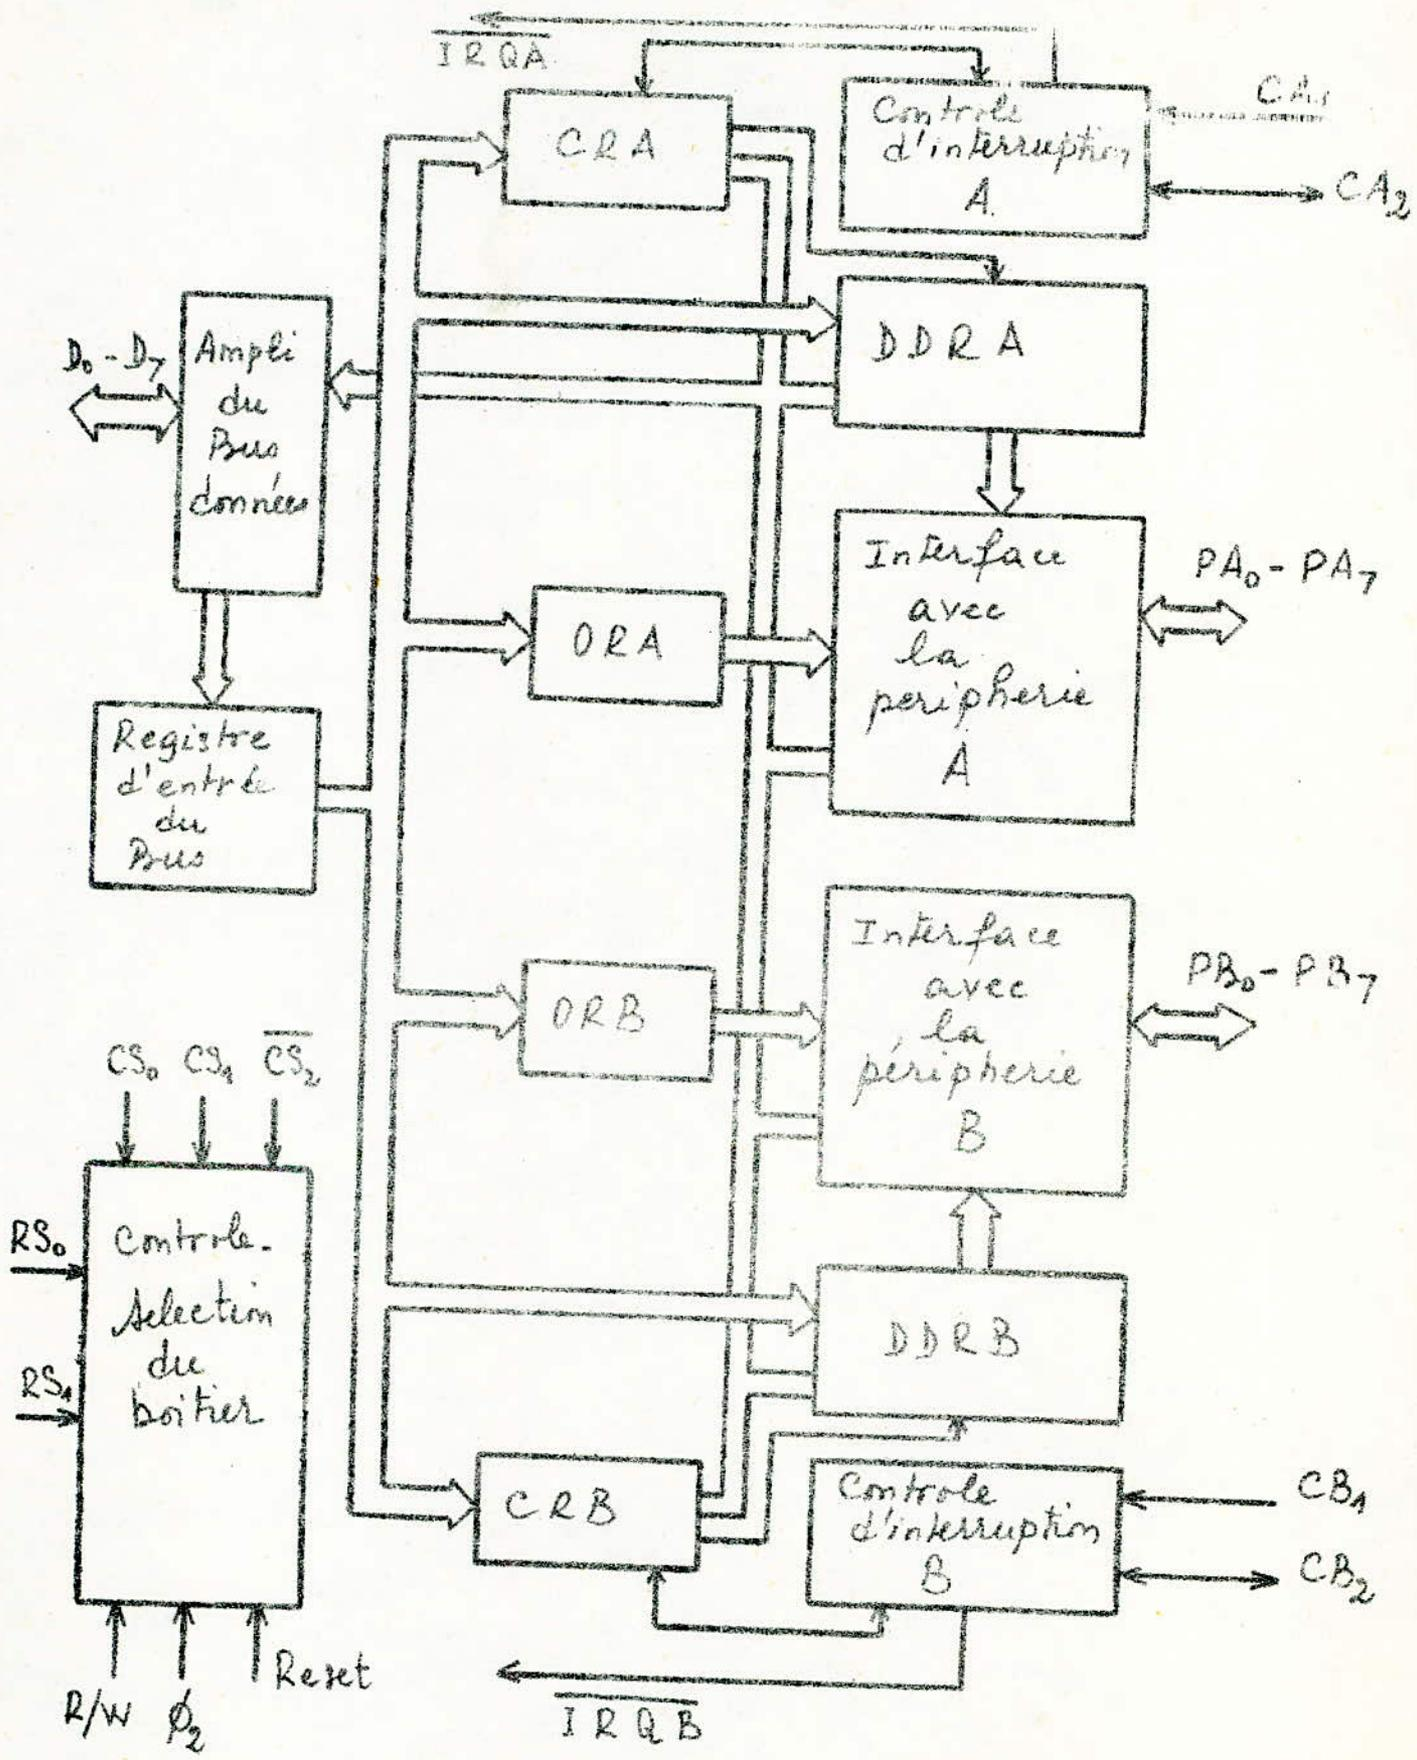

FIG 6
a) - Caractéristiques et description générale : (fig 6)
Le PIA a six registres internes accessibles au MPU en écriture et en lecture et répartis en 2 groupes de trois registres à chacun des ports (fig 6).